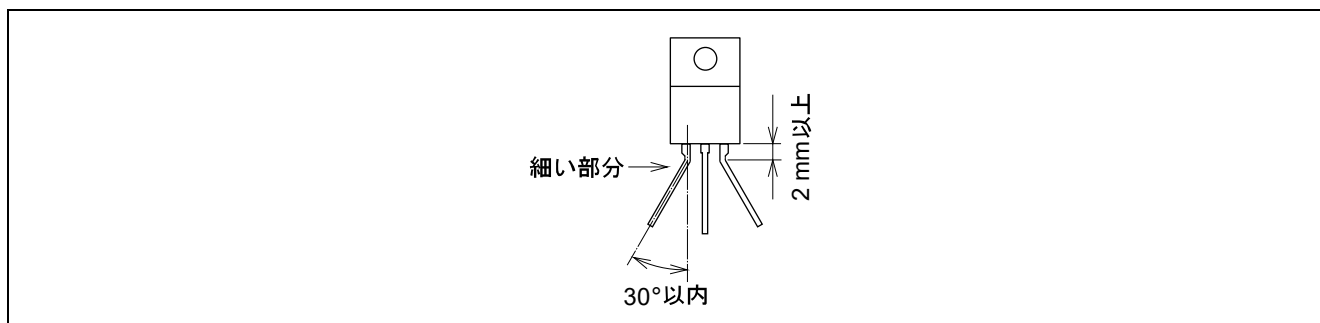

図 15 リードを横方向に曲げる場合
- (b) リードを横方向に曲げるときは、図 15 のようにリードの細い部分か、またはトランジスタ本体から少なくとも 2 mm 以上離れた点で折り曲げ、その角度は 30°以下にしてください。